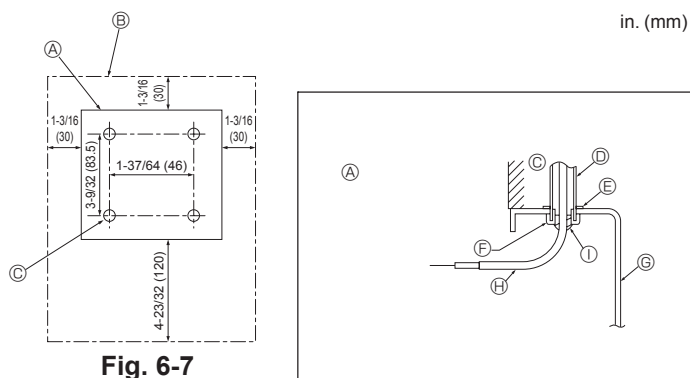

Fig. 6-7
(1) Seleccione una posición adecuada para el control remoto. (Fig. 6-7)